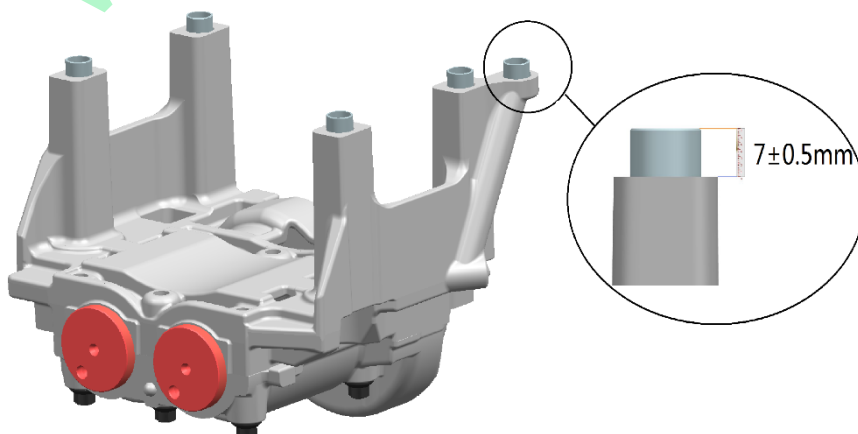

图 13.5
8、压装 5 个空心圆柱销。在平衡轴座 5 个销孔部位安装空心圆柱销，安装完毕后定位销露出高度为 $7\pm0.5\text{ mm}$ ，如图 13.5 所示。